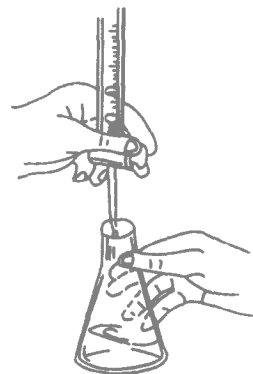

图 1.4.5 滴定
(4) 滴定操作 将滴定管垂直地固定在滴定管夹上。操作酸管时 活塞柄在左方 由左手拇指、食指和中指配合动作 控制活塞转动 无名指和小指向手心弯曲 轻贴于尖嘴管 如图 1.4.5 所示 旋转活塞时要轻轻向手心用力, 以免活塞松动而漏液。操作碱管时, 用左手拇指和食指在玻璃珠的右边稍上沿处挤压乳胶管, 使玻璃珠与乳胶管间形成一条缝隙, 溶液即可流出, 但不要挤压玻璃珠下方的乳胶管 否则 气泡会进入玻璃嘴。